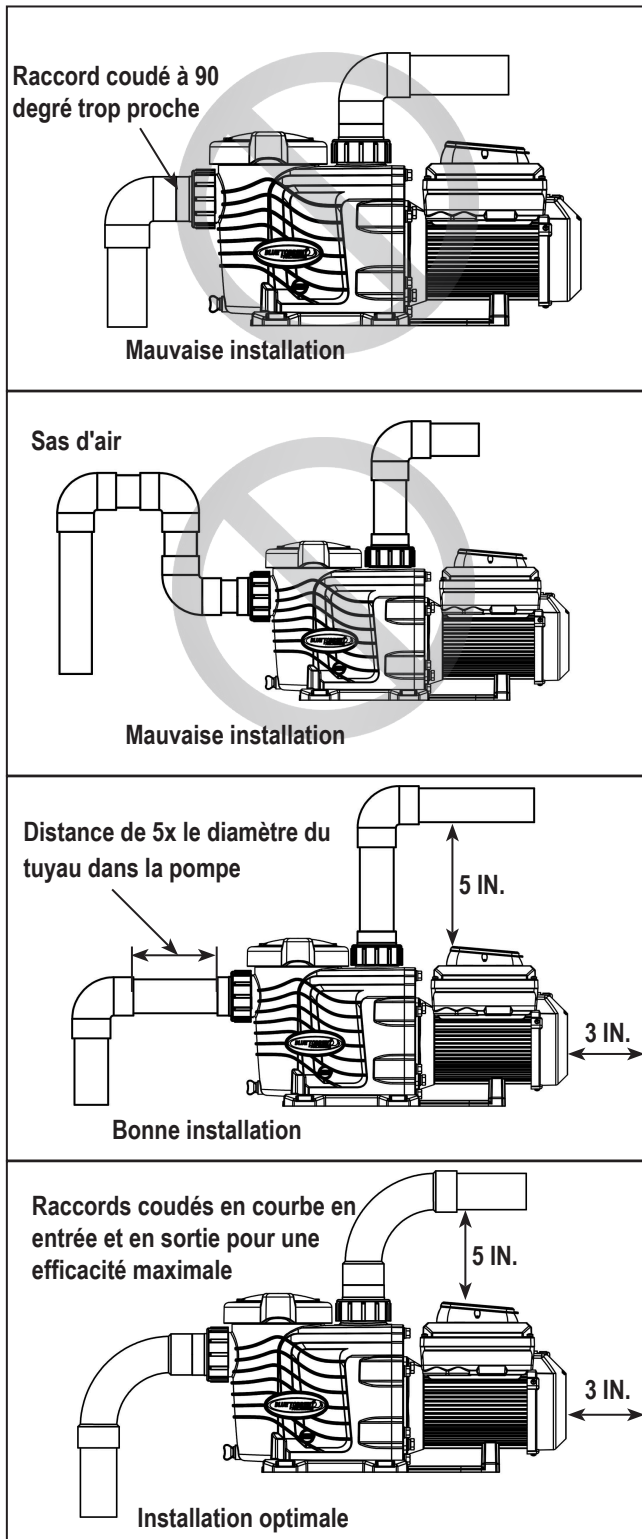

Figure 3
8. Installez la pompe avec un dégagement arrière d'au moins 7,6 cm (3 pouces) afin que le moteur puisse être retiré facilement pour l'entretien et la réparation. Voir la figure 3.
4. Pour la plupart des installations, il faut installer une vanne sur les conduites d'aspiration et de retour de la pompe afin de pouvoir isoler la pompe pendant l'entretien. Nous recommandons également qu'une vanne, un coude ou un té installé dans la conduite d'aspiration ne soit pas plus proche de l'avant de la pompe que cinq (5) fois le diamètre de la conduite d'aspiration. Voir la figure 3.